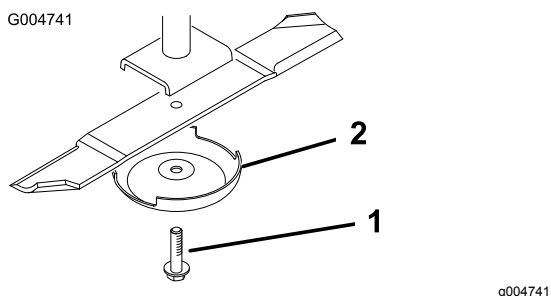

Figura 110
- Retire o parafuso da lâmina, o recipiente antidanos e lâmina do eixo (Figura 110).